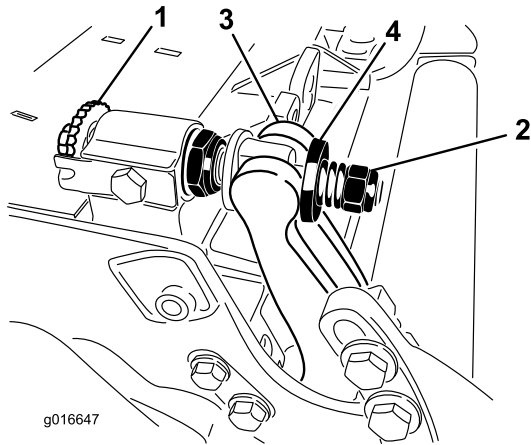

図 31
1. ベッドバー調整ねじを左に回して下刃とリールの接触を完全になくす 図 31。
2. スプリングテンションナットをゆるめて、ワッシャがベッドバーを全く押さないようにする 図 31。